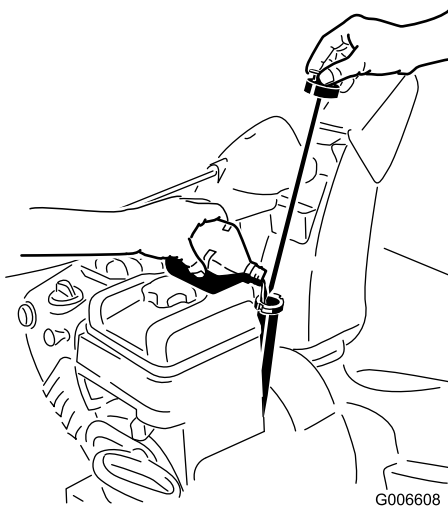

Figure 12
1. Retirez la jauge et versez de l'huile **lentement** dans le goulot de remplissage pour faire monter le niveau de liquide jusqu'au repère du plein (Full) sur la jauge. **Ne remplissez pas excessivement.**(Figure 12).